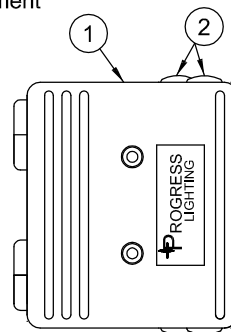

FIG. 1
2. Ouvrez le MODULE (1) par la pression sur les ÉTIQUETTES d'aile (2) avec l'index et le doigt de pouce. (voir la fig. 1)